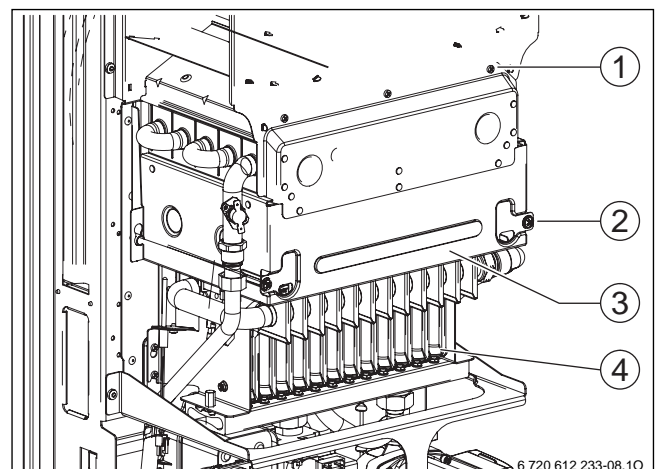

Bild 43 Brenner öffnen
- ▶ Vorderwand der Brennerkammer und Brenner abnehmen (→ Bild 43).